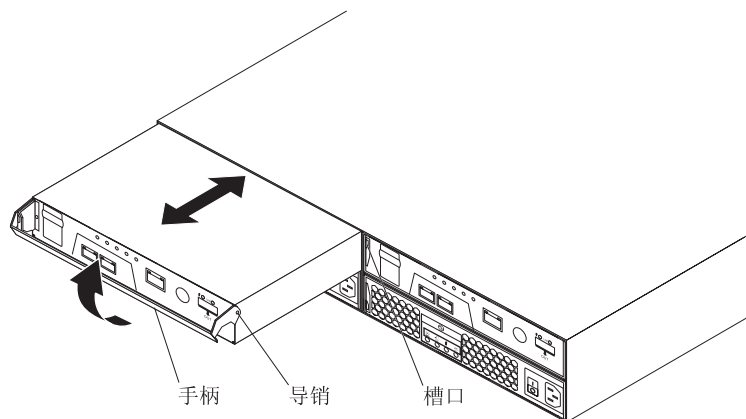

图 36. 安装控制器
- b. 从机架中缓缓拉出手柄，将填充板从托架中卸下，如图 36 所示。
- b. 确保控制器一侧的导引针正好嵌入 DS3300 机架上的槽口。请参阅图 36。